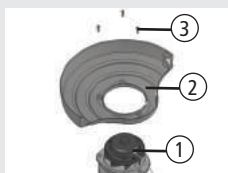

Fig. 01
Monte o protetor (2) no corpo (1), de forma que os três pinos do corpo encaixem nos rebaiques do protetor, [Fig. 01].